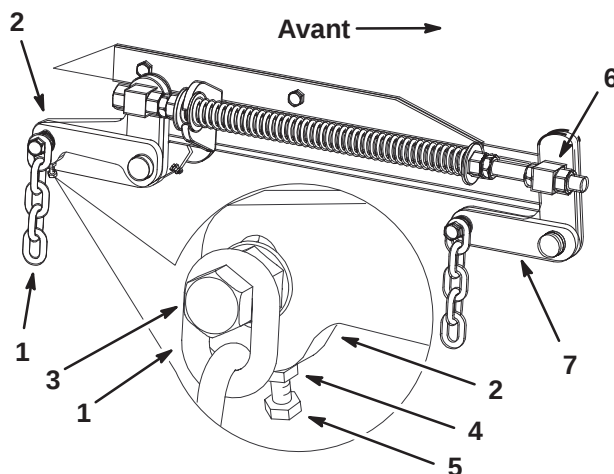

Figure 56
7. Si la distance mesurée au point **B** ou **C** n'est pas correcte, desserrez le boulon de fixation de la chaîne arrière au bras de support arrière (Fig. 56).